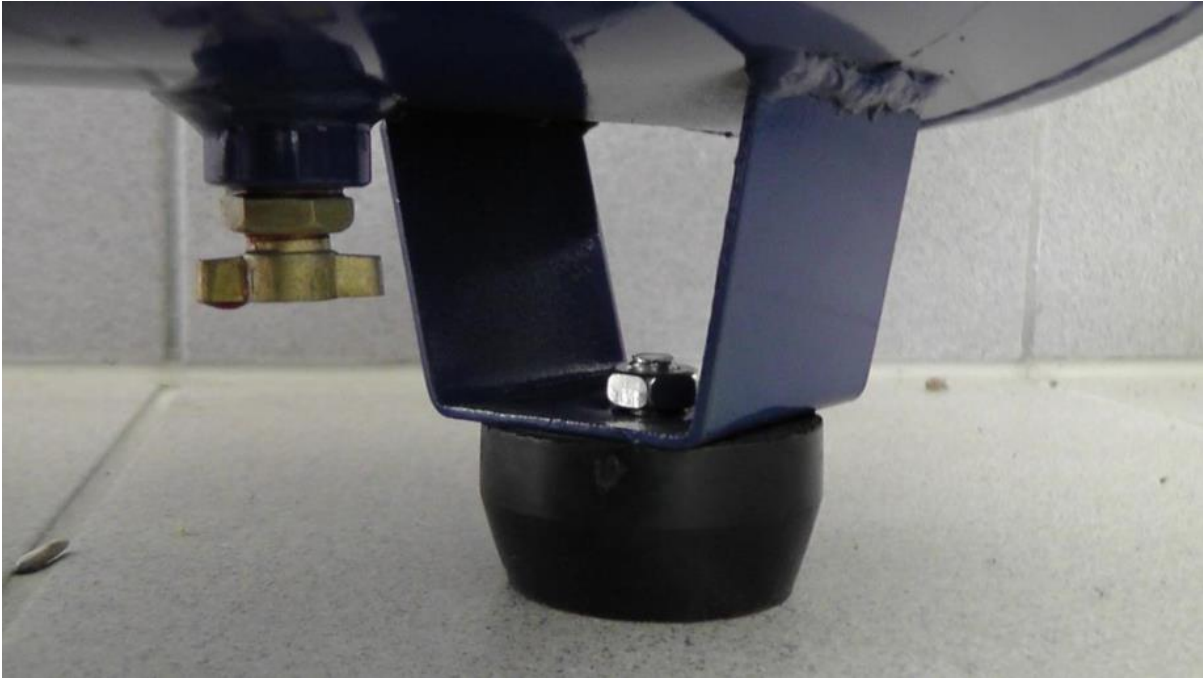

Bild 6.4.2
- Befestigen Sie nun den Gummifuß an der Halterung an der Vorderseite des Druckbehälters, unter Verwendung der mitgelieferten Schrauben, Beilagscheiben und Muttern (Bild 6.4.2).